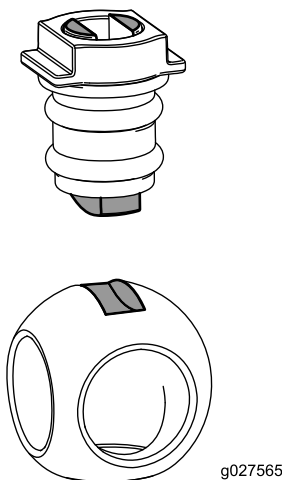

Figure 131
6. Insérez la bille dans le corps de la valve (Figure 131).
Remarque: La tige de la valve doit entrer dans la fente d'entraînement de la bille. Si la tige de la valve ne rentre pas, ajustez la position de la bille (Figure 131).